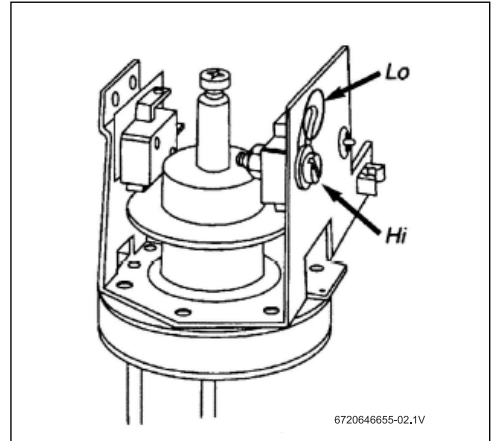

Fig. 5 Tornillo selector de alimentación
- Establezca el tornillo Selector de Alimentación (Fig. 5 ) en el ajuste que desee. Si se establece en LO, sólo un elemento de calentamiento se operará y la salida será la mitad de energía. Consulte la →Table 4 en la página 7 para aumento de temperatura en el flujo de varios rangos. Si el
El tornillo selector de potencia no lo ponga todo en "HI" (Alto).	Cambie el tornillo selector de energía a "HI", →consulte la Fig. 5 .